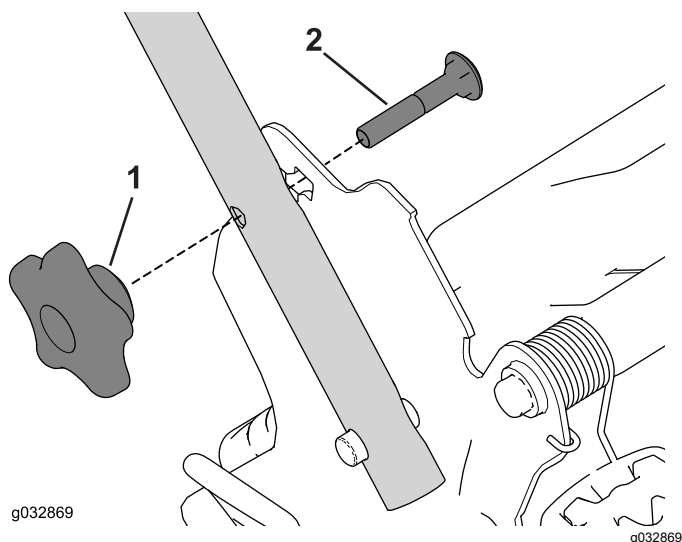

Figure 22
2. Retirez les 2 boutons de guidon et les 2 boulons de carrosserie des supports du guidon (Figure 22) et conservez-les.